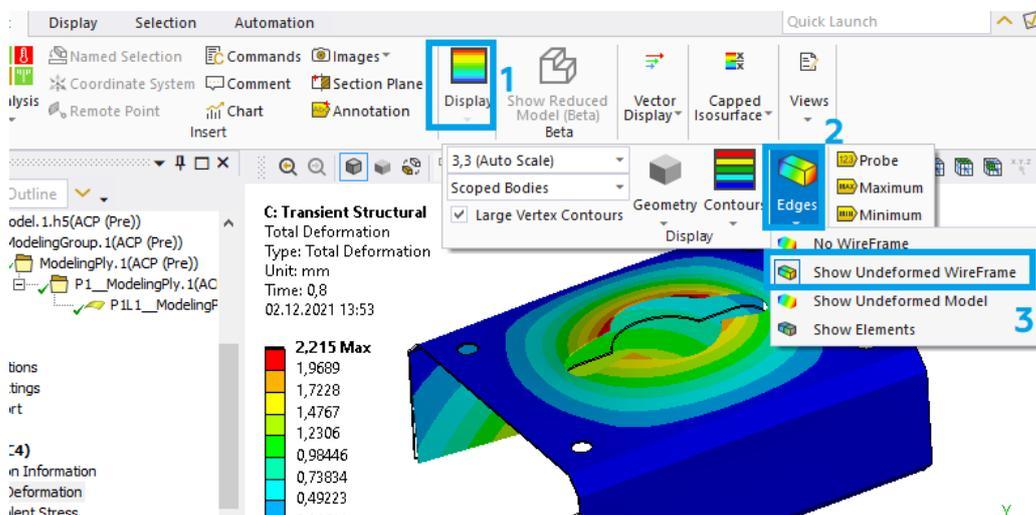

Рис. 32. Скрытие сетки
15.6. Перед сохранением результатов расчета отключаем отображения сетки (рис. 32). Для этого в разделе *Display* (1) выбираем *Edges* (2) – *Show Undeformed WireFrame* (3). После этого мы увидим модель без сетки.